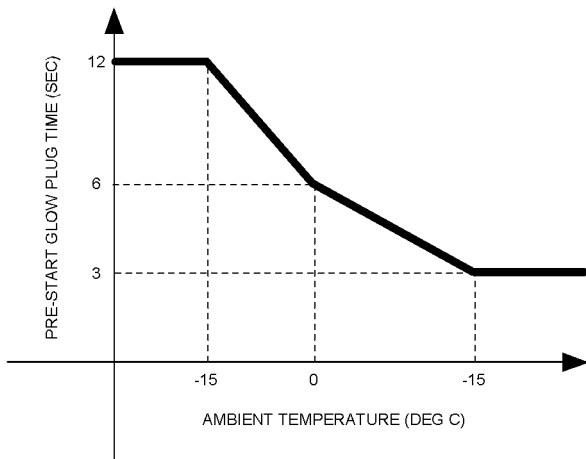

图 33
2. 将发动机起动开关转到加热位置。将发动机起动开关保持在加热位置持续一段图 33 中所示的时间。此动作将启用预热塞，帮助发动机进行起动。